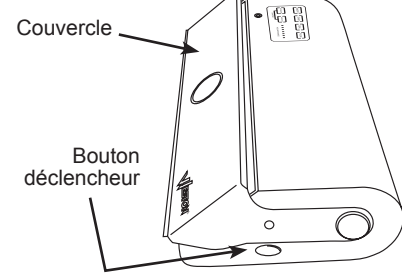

Figure 8
4. Remplir un sac avec le produit souhaité à emballer sous vide. La bouche du sac doit être propre et sèche pour un scellage adéquat. ASTUCE : Pour remplir un sac, replier la partie supérieure de celui-ci, remplir le sac, puis déplier la partie supérieure et sceller (Figure 8).